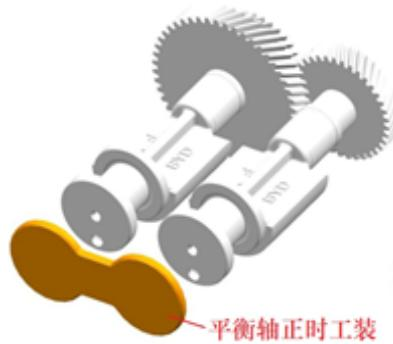

图 13.3
- 4、用平衡轴正时工装（见附表A）将主、从平衡轴定位在正时位置，如下图13.3所示。